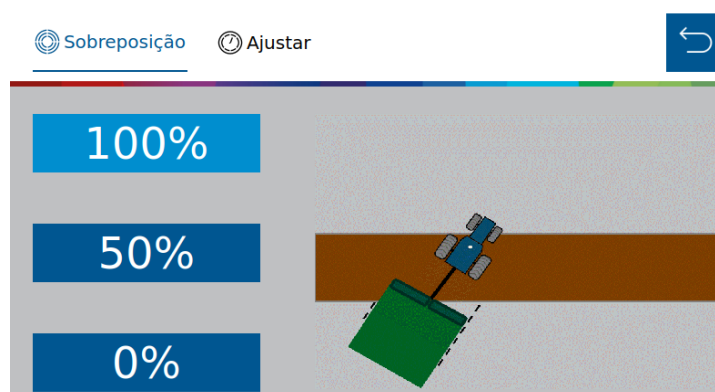

Figura 53 - Tela de sobreposição de fertilizante
- D) Sobreposição: Na sobreposição de fertilizante, haverá o corte de seção do fertilizante de acordo com a porcentagem de linhas da seção que cruzem a área previamente aplicada, vide Figura 53: